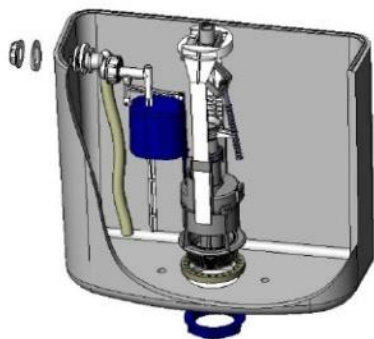

Рис.3 Пусковое устройство
11.4. Арматура не требует настройки объема воды малого слива. Малый смыв осуществляется нажатием на кнопку «СТОП-СЛИВ» (см. Рис.3). Смыв осуществляется в то время, пока нажата кнопка.